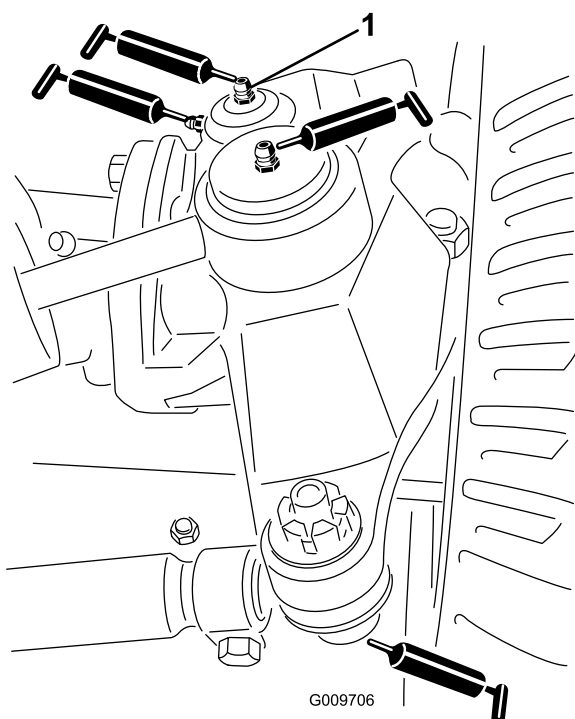

Figura 77
- Giunti a sfera del cilindro di sterzo (2) come illustrato nella Figura 77
- Giunti a sfera del tirante (2) come illustrato nella Figura 77
- Boccole del perno del fuso a snodo (2) come illustrato nella Figura 77